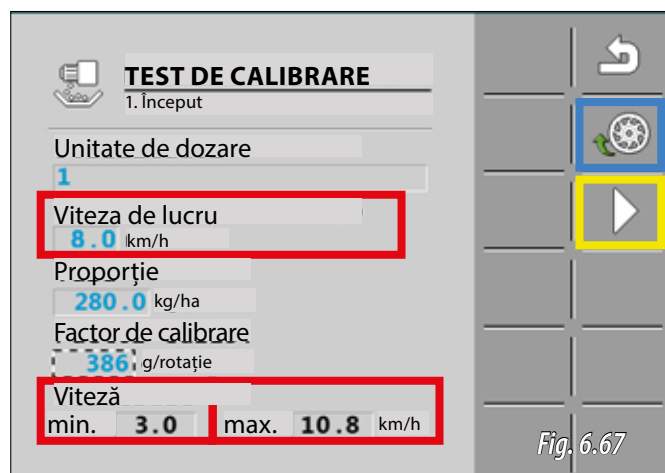

Fig. 6.67
**9-** Odată introduse cele 3 valori dorite, verificați viteza minimă și maximă de lucru pe ecranul unității de control. Când viteza la care doriți să lucrați este în mijlocul acestor două valori (în roșu Fig. 6.67), deschideți sertarul de blocare și fixați-l cu șurubul, umpleți celulele de dozare (în albastru, Fig. 6.67) și apoi efectuați testul (în galben, Fig. 6.67).